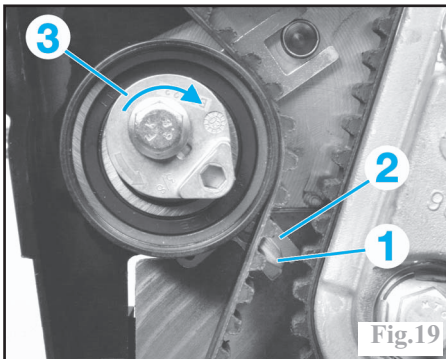

Fig.19
Tourner le galet tendeur (3) dans le sens horaire et placer l'index (1) en face du repère (2) (Fig.19).